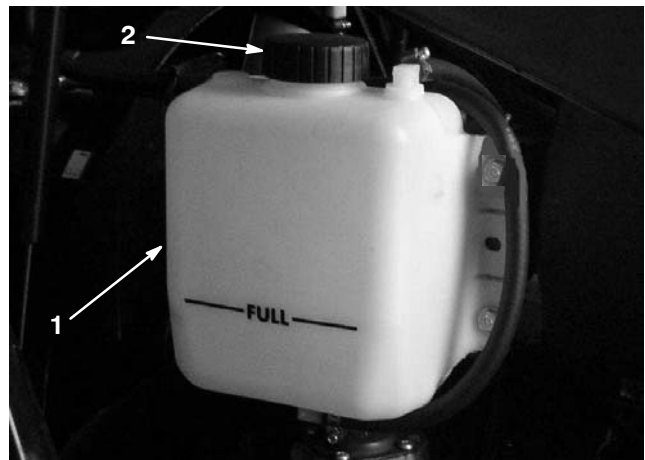

Bild 8
2. Prüfen Sie den Kühlmittelstand im Ausdehnungsgefäß (Bild 8). Das Ausdehnungsgefäß muss bis zur VOLL-Marke gefüllt werden.